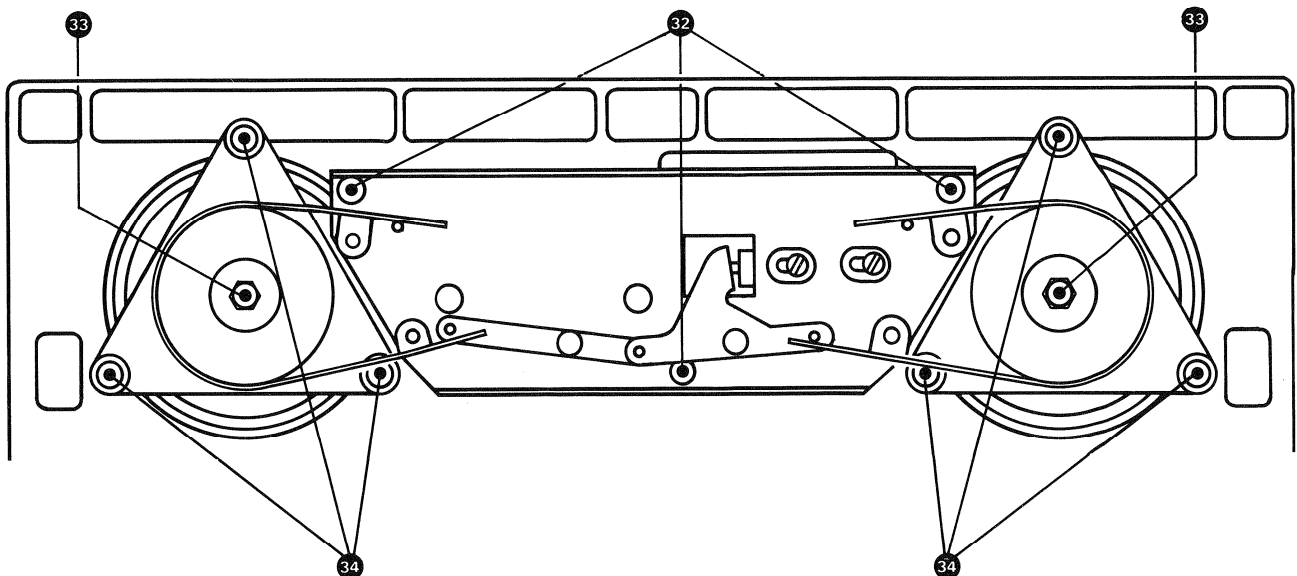

Fig. 2.11.-2
- Remove three screws (32) (fig. 2.11.-2).
- 3 Schrauben (34) (Fig. 2.11.-2) lösen.